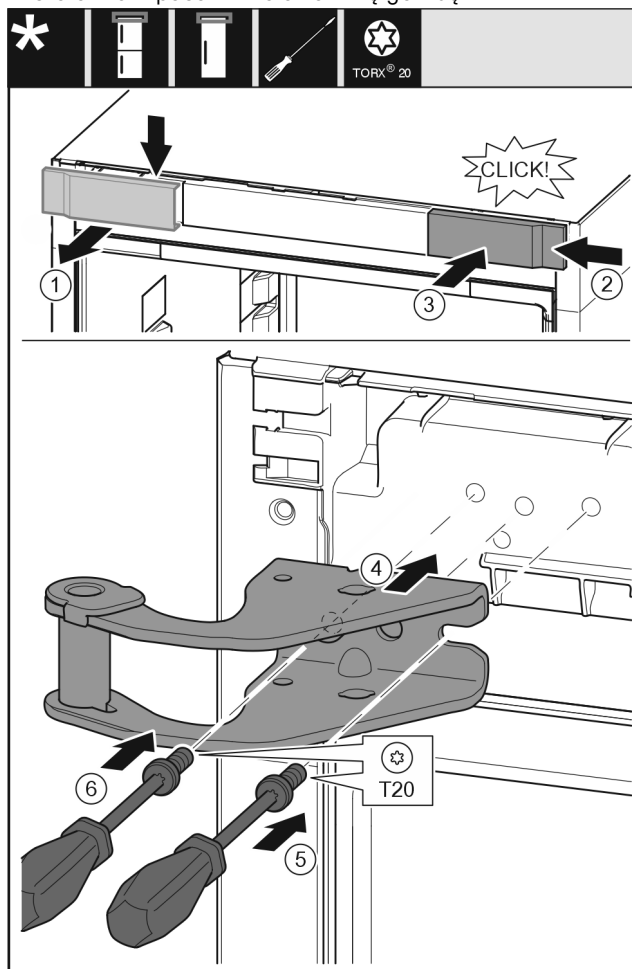

Fig. 10
- ▶ Nuimkite dengiamąją plokštelę iš viršaus į priekį. Fig. 10 (1)
- ▶ Dengiamąją plokštelę, pasukę 180°, užkabinkite kitoje pusėje iš dešinės. Fig. 10 (2)
- ▶ Užfiksuokite dengiamąją plokštelę. Fig. 10 (3)
- ▶ Uždėkite viršutinę atraminę gembę. Fig. 10 (4)
- ▶ Įkiškite varžtą atsuktuvu T20 ir tvirtai prisukite. Fig. 10 (5)
- ▶ Įstatykite varžtą atsuktuvu T20 ir tvirtai prisukite. Fig. 10 (6)